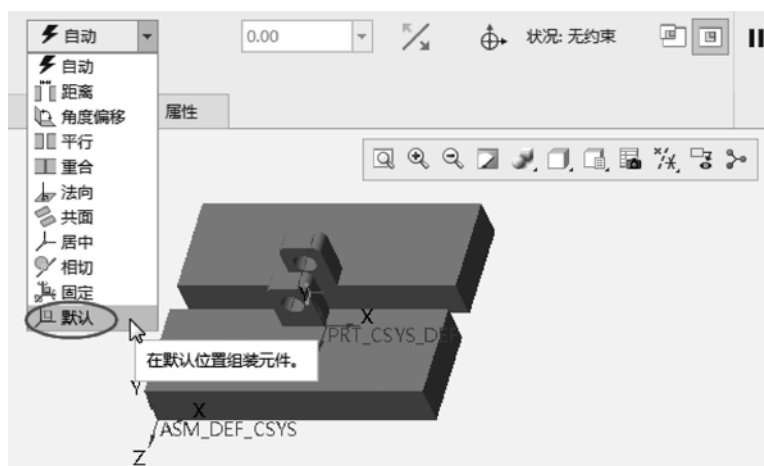

图 7-35 默认装配机架
- 04** 在打开的“装配”操控板中, 设置“无连接接口”的装配约束为“默认”, 把曲柄滑块机构机架固定在系统默认的位置, 再单击“应用”按钮, 完成曲柄滑块机构机架的装配, 如图 7-35 所示。